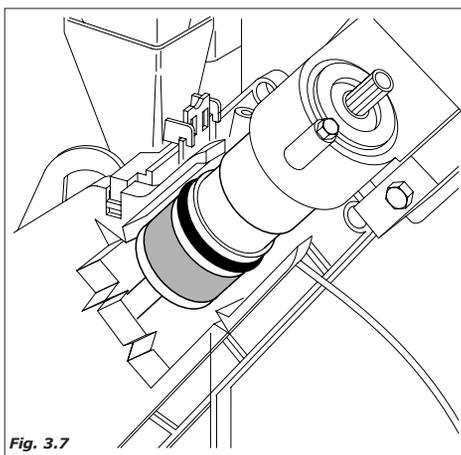

Fig. 3.7
- ativa-se o motoreductor rotação grupo para levá-lo em posição de distribuição e contemporaneamente comprimir a pastilha (*Fig.3.7*).